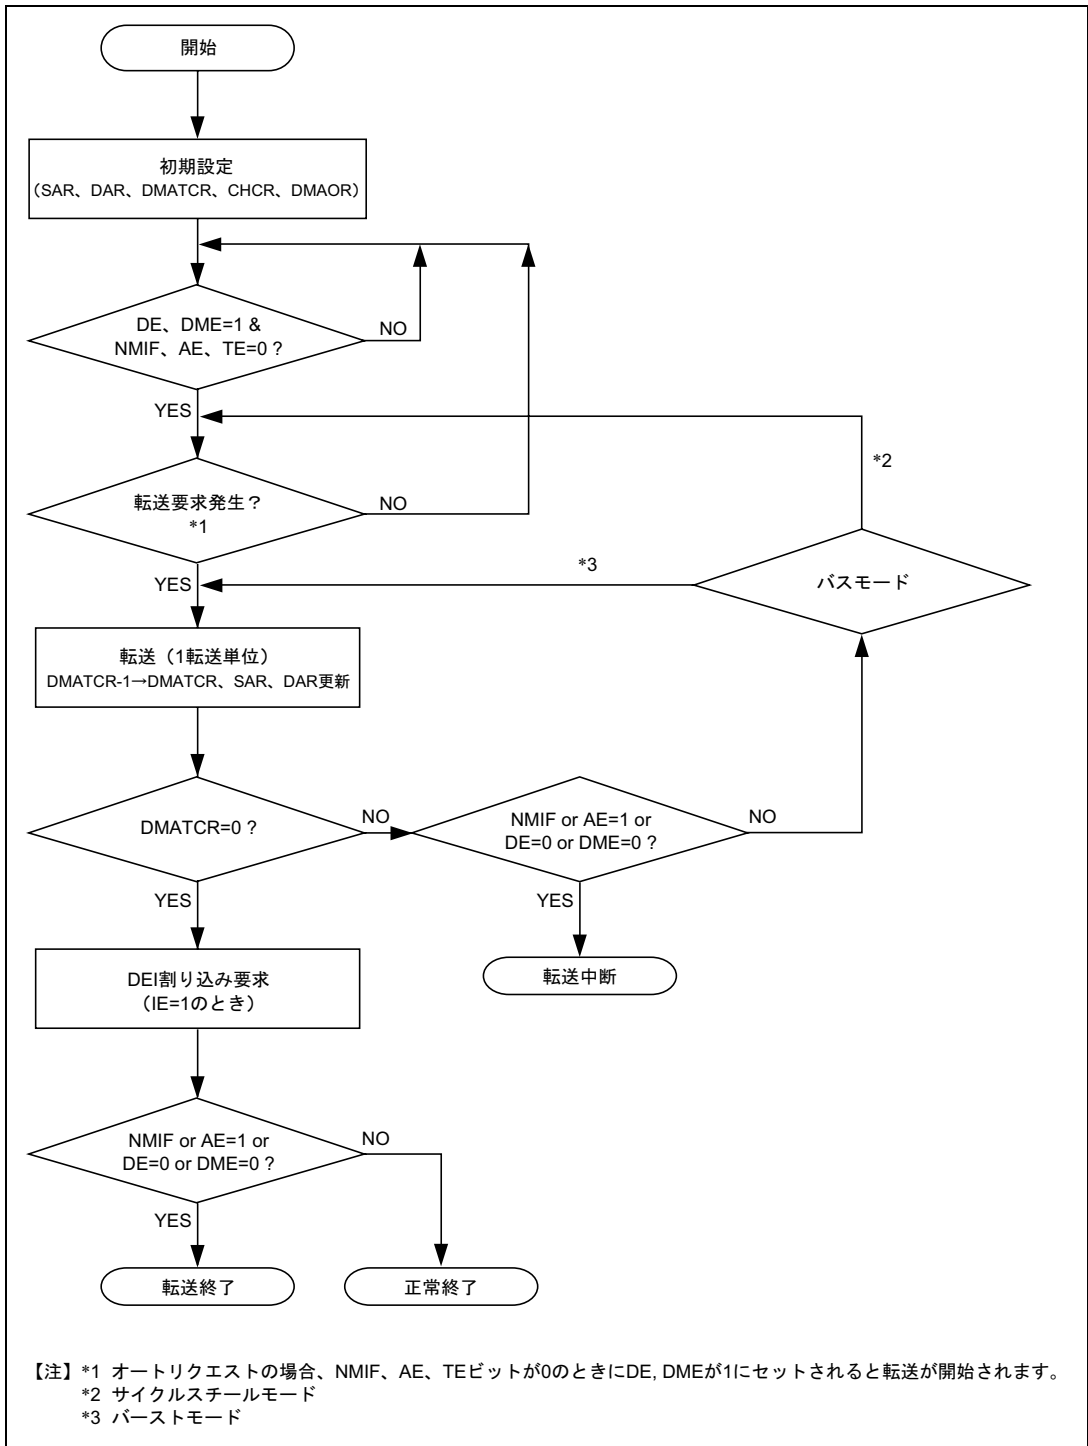

図 10.2 DMAC 転送フローチャート
- (1) 転送許可状態かどうか (DE=1、DME=1、TE=0、NMIF=0、AE=0) をチェックします。
- (2) 転送許可状態で転送要求が発生すると 1 転送単位のデータ (TS0、TS1 の設定により決定) を転送します。オートリクエストモードの場合は DE および DME が 1 にセットされると自動的に転送を開始します。1 回の転送を行うごとに DMATCR の値を 1 デクリメントします。具体的な転送フローは、アドレスモード、バスモードにより異なります。
- (3) 指定された回数の転送を終える (DMATCR の値が 0 になる) と、転送を正常に終了します。このとき CHCR の IE ビットを 1 にセットしてあれば、CPU に DEI 割り込みを発生します。
- (4) DMAC によるアドレスエラーか NMI 割り込みが発生した場合には、転送を中断します。また CHCR の DE ビットか DMAOR の DME ビットが 0 にされても転送を中断します。図 10.2 に上記のフローチャートを示します。